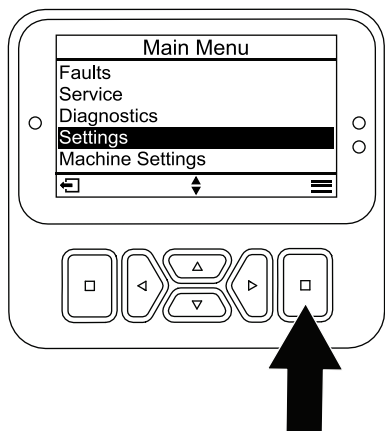

Figura 33
1. En MAIN MENU (menú principal), vaya al menú SETTINGS (Ajustes) y pulse el botón Seleccionar (Figura 33).